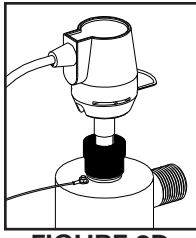

FIGURE 2D
ramener en place la bague de retenue métallique pour immobiliser le connecteur est parfaitement placé par-dessus l'écrou de retenue, on doit veiller à ce que la bague de retenue métallique du connecteur soit retirée du corps du connecteur. Lorsque le connecteur est parfaitement en place, faire glisser le connecteur par-dessus l'écrou de retenue. Pour faire glisser le connecteur par-dessus l'écrou de retenue, on doit veiller à ce que la bague de retenue métallique du connecteur soit retirée du corps du connecteur. Lorsque le connecteur est parfaitement en place, faire glisser le connecteur par-dessus l'écrou de retenue. Pour faire glisser le connecteur par-dessus l'écrou de retenue, on doit veiller à ce que la bague de retenue métallique du connecteur soit retirée du corps du connecteur. Lorsque le connecteur est parfaitement en place, faire glisser le connecteur par-dessus l'écrou de retenue. Pour faire glisser le connecteur par-dessus l'écrou de retenue, on doit veiller à ce que la bague de retenue métallique du connecteur soit retirée du corps du connecteur. Lorsque le connecteur est parfaitement en place, faire glisser le connecteur par-dessus l'écrou de retenue. Pour faire glisser le connecteur par-dessus l'écrou de retenue, on doit veiller à ce que la bague de retenue métallique du connecteur soit retirée du corps du connecteur. Lorsque le connecteur est parfaitement en place, faire glisser le connecteur par-dessus l'écrou de retenue. Pour faire glisser le connecteur par-dessus l'écrou de retenue, on doit veiller à ce que la bague de retenue métallique du connecteur soit retirée du corps du connecteur. Lorsque le connecteur est parfaitement en place, faire glisser le connecteur par-dessus l'écrou de retenue. Pour faire glisser le connecteur par-dessus l'écrou de retenue, on doit veiller à ce que la bague de retenue métallique du connecteur soit retirée du corps du connecteur. Lorsque le connecteur est parfaitement en place, faire glisser le connecteur par-dessus l'écrou de retenue. Pour faire glisser le connecteur par-dessus l'écrou de retenue, on doit veiller à ce que la bague de retenue métallique du connecteur soit retirée du corps du connecteur. Lorsque le connecteur est parfaitement en place, faire glisser le connecteur par-dessus l'écrou de retenue. Pour faire glisser le connecteur par-dessus l'écrou de retenue, on doit veiller à ce que la bague de retenue métallique du connecteur soit retirée du corps du connecteur. Lorsque le connecteur est parfaitement en place, faire glisser le connecteur par-dessus l'écrou de retenue. Pour faire glisser le connecteur par-dessus l'écrou de retenue, on doit veiller à ce que la bague de retenue métallique du connecteur soit retirée du corps du connecteur. Lorsque le connecteur est parfaitement en place, faire glisser le connecteur par-dessus l'écrou de retenue. Pour faire glisser le connecteur par-dessus l'écrou de retenue, on doit veiller à ce que la bague de retenue métallique du connecteur soit retirée du corps du connecteur. Lorsque le connecteur est parfaitement en place, faire glisser le connecteur par-dessus l'écrou de retenue. Pour faire glisser le connecteur par-dessus l'écrou de retenue, on doit veiller à ce que la bague de retenue métallique du connecteur soit retirée du corps du connecteur. Lorsque le connecteur est parfaitement en place, faire glisser le connecteur par-dessus l'écrou de retenue. Pour faire glisser le connecteur par-dessus l'écrou de retenue, on doit veiller à ce que la bague de retenue métallique du connecteur soit retirée du corps du connecteur. Lorsque le connecteur est parfaitement en place, faire glisser le connecteur par-dessus l'écrou de retenue. Pour faire glisser le connecteur par-dessus l'écrou de retenue, on doit veiller à ce que la bague de retenue métallique du connecteur soit retirée du corps du connecteur. Lorsque le connecteur est parfaitement en place, faire glisser le connecteur par-dessus l'écrou de retenue. Pour faire glisser le connecteur par-dessus l'écrou de retenue, on doit veiller à ce que la bague de retenue métallique du connecteur soit retirée du corps du connecteur. Lorsque le connecteur est parfaitement en place, faire glisser le connecteur par-dessus l'écrou de retenue. Pour faire glisser le connecteur par-dessus l'écrou de retenue, on doit veiller à ce que la bague de retenue métallique du connecteur soit retirée du corps du connecteur. Lorsque le connecteur est parfaitement en place, faire glisser le connecteur par-dessus l'écrou de retenue. Pour faire glisser le connecteur par-dessus l'écrou de retenue, on doit veiller à ce que la bague de retenue métallique du connecteur soit retirée du corps du connecteur. Lorsque le connecteur est parfaitement en place, faire glisser le connecteur par-dessus l'écrou de retenue. Pour faire glisser le connecteur par-dessus l'écrou de retenue, on doit veiller à ce que la bague de retenue métallique du connecteur soit retirée du corps du connecteur. Lorsque le connecteur est parfaitement en place, faire glisser le connecteur par-dessus l'écrou de retenue. Pour faire glisser le connecteur par-dessus l'écrou de retenue, on doit veiller à ce que la bague de retenue métallique du connecteur soit retirée du corps du connecteur. Lorsque le connecteur est parfaitement en place, faire glisser le connecteur par-dessus l'écrou de retenue. Pour faire glisser le connecteur par-dessus l'écrou de retenue, on doit veiller à ce que la bague de retenue métallique du connecteur soit retirée du corps du connecteur. Lorsque le connecteur est parfaitement en place, faire glisser le connecteur par-dessus l'écrou de retenue. Pour faire glisser le connecteur par-dessus l'écrou de retenue, on doit veiller à ce que la bague de retenue métallique du connecteur soit retirée du manchon de quartz, et ceci provoquera le bris du manchon. Pour l'installation d'une lampe neuve, retirer d'abord la lampe de son emballage de protection; veiller encore à ne pas toucher la surface de verre de la lampe. Insérer délicatement la lampe dans le réacteur (à l'intérieur du manchon de quartz). Insérer le réacteur à la lampe UV. Le connecteur comporte un repère de positionnement qui empêche un branchement incorrect (Figure 2B). S'assurer que le connecteur soit parfaitement enfoncé sur la lampe UV (Figure 2D).
4. Lorsque la connexion est faite entre le connecteur et la lampe, faire glisser le connecteur par-dessus l'écrou de retenue. Pour faire glisser le connecteur par-dessus l'écrou de retenue, on doit veiller à ce que la bague de retenue métallique du connecteur soit retirée du corps du connecteur. Lorsque le connecteur est parfaitement en place, faire glisser le connecteur par-dessus l'écrou de retenue. Pour faire glisser le connecteur par-dessus l'écrou de retenue, on doit veiller à ce que la bague de retenue métallique du connecteur soit retirée du corps du connecteur. Lorsque le connecteur est parfaitement en place, faire glisser le connecteur par-dessus l'écrou de retenue. Pour faire glisser le connecteur par-dessus l'écrou de retenue, on doit veiller à ce que la bague de retenue métallique du connecteur soit retirée du corps du connecteur. Lorsque le connecteur est parfaitement en place, faire glisser le connecteur par-dessus l'écrou de retenue. Pour faire glisser le connecteur par-dessus l'écrou de retenue, on doit veiller à ce que la bague de retenue métallique du connecteur soit retirée du corps du connecteur. Lorsque le connecteur est parfaitement en place, faire glisser le connecteur par-dessus l'écrou de retenue. Pour faire glisser le connecteur par-dessus l'écrou de retenue, on doit veiller à ce que la bague de retenue métallique du connecteur soit retirée du manchon de quartz, et ceci provoquera le bris du manchon. Pour l'installation d'une lampe neuve, retirer d'abord la lampe de son emballage de protection; veiller encore à ne pas toucher la surface de verre de la lampe. Insérer délicatement la lampe dans le réacteur (à l'intérieur du manchon de quartz). Insérer le réacteur à la lampe UV. Le connecteur comporte un repère de positionnement qui empêche un branchement incorrect (Figure 2B). S'assurer que le connecteur soit parfaitement enfoncé sur la lampe UV (Figure 2D).
3. Pour l'installation d'une lampe neuve, retirer d'abord la lampe de son emballage de protection; veiller encore à ne pas toucher la surface de verre de la lampe. Insérer délicatement la lampe dans le réacteur (à l'intérieur du manchon de quartz). Insérer le réacteur à la lampe UV. Le connecteur comporte un repère de positionnement qui empêche un branchement incorrect (Figure 2B). S'assurer que le connecteur soit parfaitement enfoncé sur la lampe UV (Figure 2D).
2. Intermittamment, l'alimentation électrique et laisser le processus de désinfection adéquate, on doit remplacer la lampe UV à intervalles de 9 000 heures de service continu (environ 1 an). Le remplacement de la lampe est une opération simple et rapide, qui ne nécessite aucun outillage spécial. Pour garantir une désinfection adéquate, on doit remplacer la lampe UV à intervalles de 9 000 heures de service continu (environ 1 an). Intermittamment, l'alimentation électrique et laisser le processus de mise hors-tension s'exécute pendant 30 secondes. Enlever le connecteur en retirant la bague métallique de retenue (Figure 2A) du corps du connecteur. Enlever le connecteur et retirer la lampe de la chambre du réacteur. Lorsque la lampe devient visible, séparer la lampe du connecteur (Figure 2B). Il suffit de séparer les deux composants – ne pas effectuer un mouvement de torsion entre la lampe et le connecteur. Éviter de toucher la surface de verre de la lampe. Il est acceptable de manipuler la lampe par les extrémités de céramique; cependant, s'il est nécessaire de toucher le tube de verre, porter des gants ou utiliser un lingé doux. Retirer complètement la lampe de la chambre du réacteur; en veillant à ne pas incliner la lampe par rapport au réacteur; si la lampe est inclinée, une pression est exercée à l'intérieur du manchon de quartz, et ceci provoquera le bris du manchon. Pour l'installation d'une lampe neuve, retirer d'abord la lampe de son emballage de protection; veiller encore à ne pas toucher la surface de verre de la lampe. Insérer délicatement la lampe dans le réacteur (à l'intérieur du manchon de quartz). Insérer le réacteur à la lampe UV. Le connecteur comporte un repère de positionnement qui empêche un branchement incorrect (Figure 2B). S'assurer que le connecteur soit parfaitement enfoncé sur la lampe UV (Figure 2D).
1. Pour remplacer la lampe, il n'est PAS nécessaire de déconnecter le système de la canalisation d'eau, ni de vider la chambre du réacteur. NE PAS FAIRE COULER LEAU DURANT CE PROCESSUS. Le remplacement de la lampe est une opération simple et rapide, qui ne nécessite aucun outillage spécial. Pour garantir une désinfection adéquate, on doit remplacer la lampe UV à intervalles de 9 000 heures de service continu (environ 1 an). Intermittamment, l'alimentation électrique et laisser le processus de mise hors-tension s'exécute pendant 30 secondes. Enlever le connecteur en retirant la bague métallique de retenue (Figure 2A) du corps du connecteur. Enlever le connecteur et retirer la lampe de la chambre du réacteur. Lorsque la lampe devient visible, séparer la lampe du connecteur (Figure 2B). Il suffit de séparer les deux composants – ne pas effectuer un mouvement de torsion entre la lampe et le connecteur. Éviter de toucher la surface de verre de la lampe. Il est acceptable de manipuler la lampe par les extrémités de céramique; cependant, s'il est nécessaire de toucher le tube de verre, porter des gants ou utiliser un lingé doux. Retirer complètement la lampe de la chambre du réacteur; en veillant à ne pas incliner la lampe par rapport au réacteur; si la lampe est inclinée, une pression est exercée à l'intérieur du manchon de quartz, et ceci provoquera le bris du manchon. Pour l'installation d'une lampe neuve, retirer d'abord la lampe de son emballage de protection; veiller encore à ne pas toucher la surface de verre de la lampe. Insérer délicatement la lampe dans le réacteur (à l'intérieur du manchon de quartz). Insérer le réacteur à la lampe UV. Le connecteur comporte un repère de positionnement qui empêche un branchement incorrect (Figure 2B). S'assurer que le connecteur soit parfaitement enfoncé sur la lampe UV (Figure 2D).
3. To install a new lamp, first remove the lamp from its protective packaging, again being careful not to touch the lamp glass itself. Carefully insert the lamp into the reactor vessel (actually inside the quartz sleeve) (Figure 2C). Insert the lamp fully into the chamber leaving about two inches of the lamp protruding from the chamber. Next, attach the connector to the UV lamp (Figure 2B). The connector is “keyed” and will only allow correct installation in one position. Ensure the connector is fully seated onto the UV lamp (Figure 2D).
retaining nut, slide the metal ring back in to lock the connector in place (Figure 2E). As this connector is keyed to the reactor chamber, make sure the notch on the connector (Figure 2D) is located over the ground lug located on the reactor chamber.
le connecteur (Figure 2E). Le connecteur comporte un repère de positionnement par rapport à la chambre du réacteur, s'assurer que la dépression sur le connecteur (Figure 2D) soit située au-dessus de l'oreille de mise à la terre située sur la chambre du réacteur.